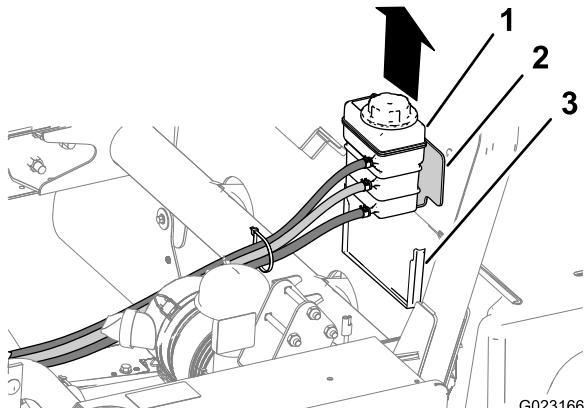

図 8
- 1. 運転席 シュラウド後部のサポートポケットから、冷却液タンクを持ち上げて取り外す図 8。